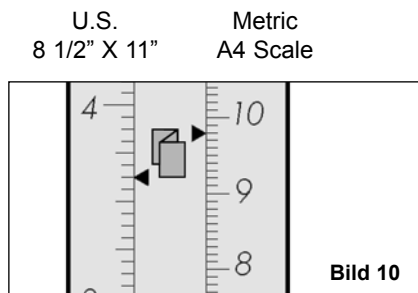

Bild 10
3. Flytta pappersstoppen till motsvarande pilar bredvid de symboler som önskas. Till 8 1/2" x 11"-papper (gul symbolerna) används tum skalan på vänster sidan av linjaler na. Till A4-papper (blå symbolerna) används den metriska skalan på höger sida av linjalerna (se Bild 10).